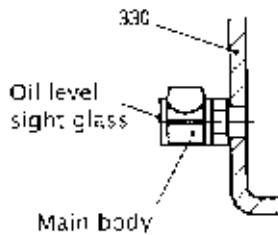

图 2.2
- 安装油杯（638）时，杯座与轴承箱（330）接触面用 PTFE（聚四氟乙烯）垫密封。拧紧杯座并使其螺纹座孔向上方向。（图 2.2）